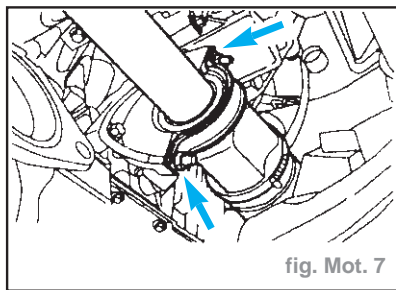

fig. Mot. 7
- Déposer l'étrier de retenue du palier central d'arbre de roue avant droit (fig. Mot. 7).